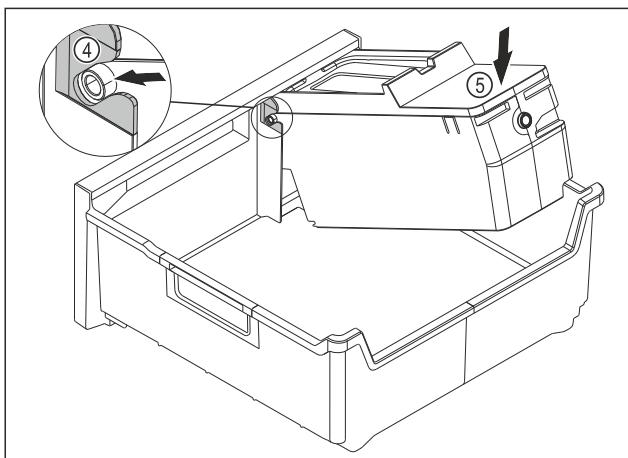

Fig. 135
- Montáž korpusu EasyTwist-Ice: Osi korpusu EasyTwist-Ice zasuňte do vedení Fig. 135 (4).
- Zatlačte korpus EasyTwist-Ice Fig. 135 (5) zozadu smerom nadol.